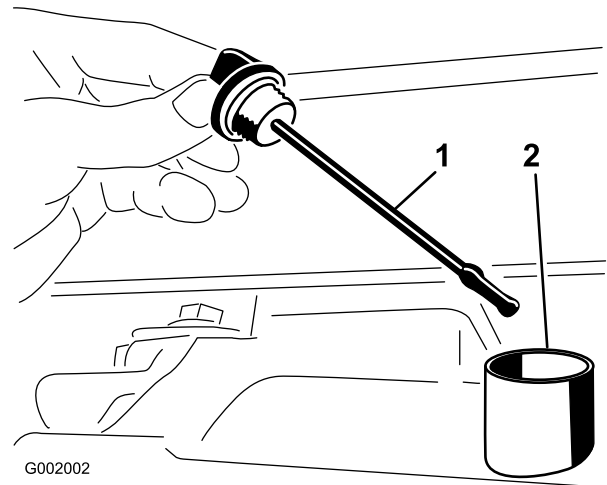

Figure 66
2. Retirez la jauge de la boîte-pont et essuyez-la sur un chiffon propre (Figure 66).